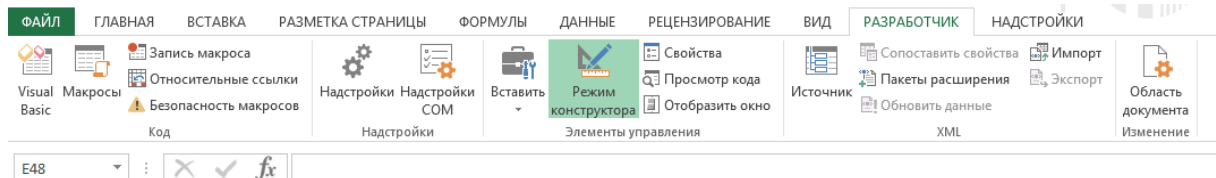

Рис.16. Панель розробника
2.3.1. Редагування шаблону виконується за допомогою вбудованих інструментів MS Office Excel, з використання панелі інструментів **Розробника** (Developer). Її можна підключити <http://office.microsoft.com/ru-ru/excel-help/HA101819080.aspx>. Коли панель інструментів **Розробника** підключена, нажимаємо на **Режим конструктора** (Рис.16). Після цього можна редагувати текстові поля.